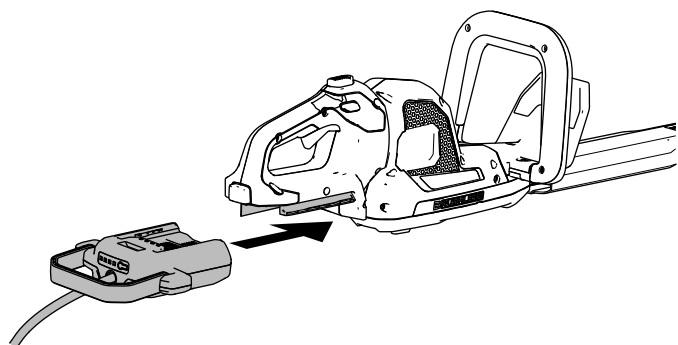

Figura 5
2. Alinhe o conector da bateria e insira-o na ferramenta até que encaixe no fecho, como se mostra na Figura 5.